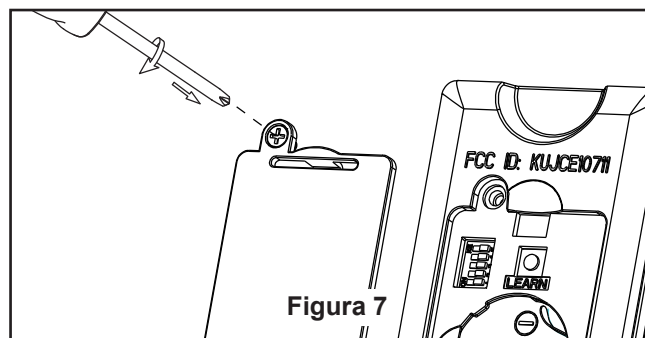

Figura 7
9. Vuelva a colocar la cubierta de la batería en el mando a distancia con un tornillo retirados previamente. (Figura 7)